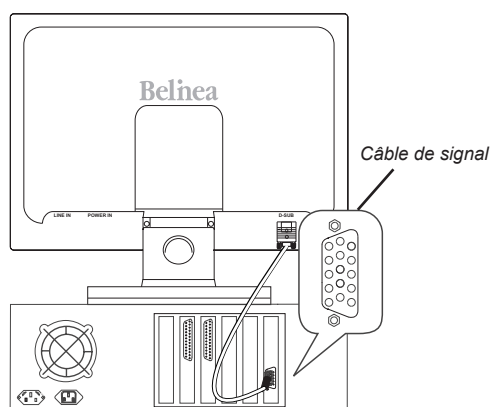

Figure 2. Raccordement du moniteur au PC
2. Connectez le câble à 15 broches du signal vidéo au moniteur et au PC (voir fig. 2).